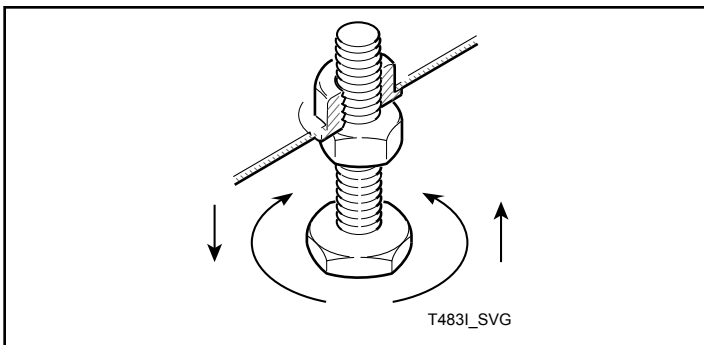

図 3
5. タンブラー乾燥機を常置場所にスライドさせます。装置が水平になるか、前方の高さが 3.3 mm [0.13 インチ] 以下になるまで水平調整脚を調節します。図 3 を参照してください。タンブラー乾燥機を振動させないこと。